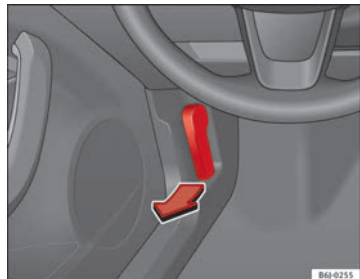

Fig. 131 Leva apertura cofano motore
- Tirare la leva situata sotto il cruscotto ⇒ fig. 131 nella direzione indicata dalla freccia. Il cofano si sblocca sotto la spinta di una molla ⇒ ⚠.